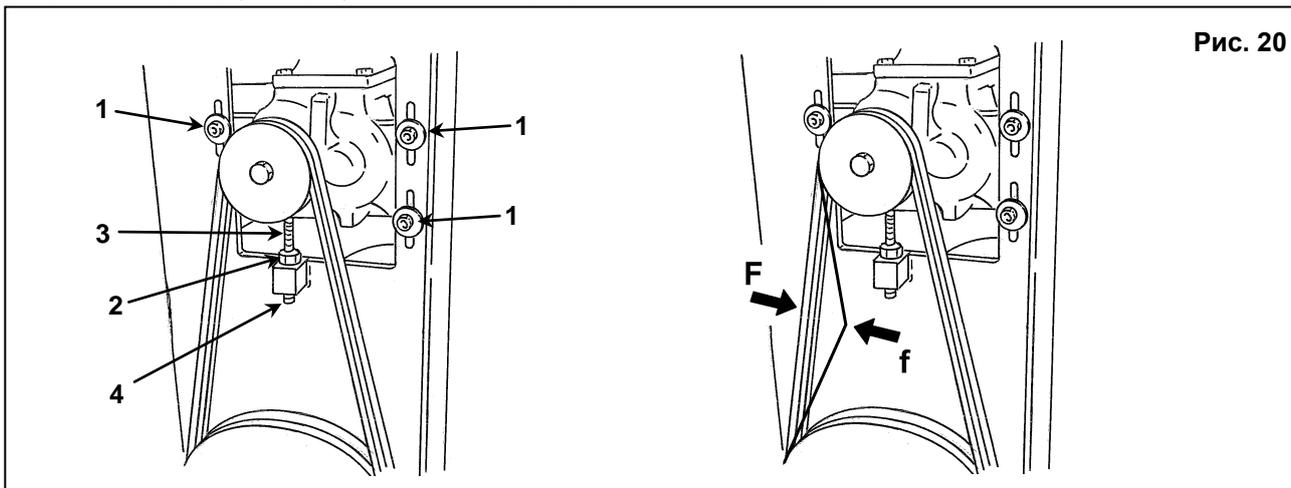

Рис. 20
- Ослабьте на пол-оборота винты поз. 1, рис. 20.
- Ослабьте контргайку поз. 2, рис. 20.
- Натяните ремень, повернув винт поз. 3, рис. 20, с помощью торцевого ключа поз. 4, рис. 20.
- Затяните контргайку поз. 2, рис. 20.
- Затяните винты поз. 1, рис. 20.